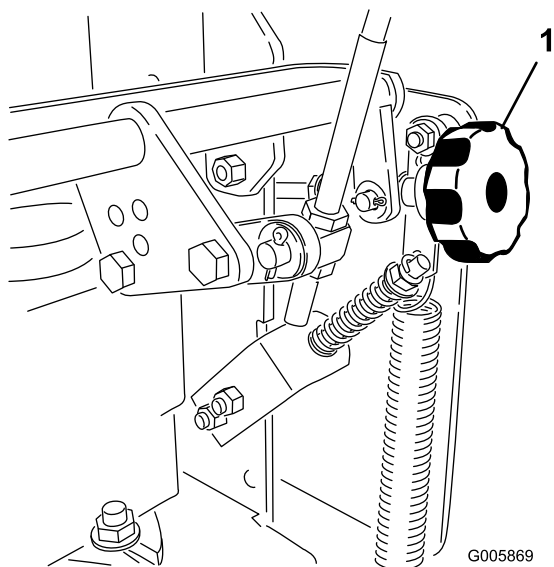

Figure 55
4. Si la machine se déporte d'un côté ou de l'autre, tournez le bouton Quick-Track. Tournez le bouton à droite pour diriger la machine vers la droite, et à gauche pour diriger la machine vers la gauche (Figure 55).